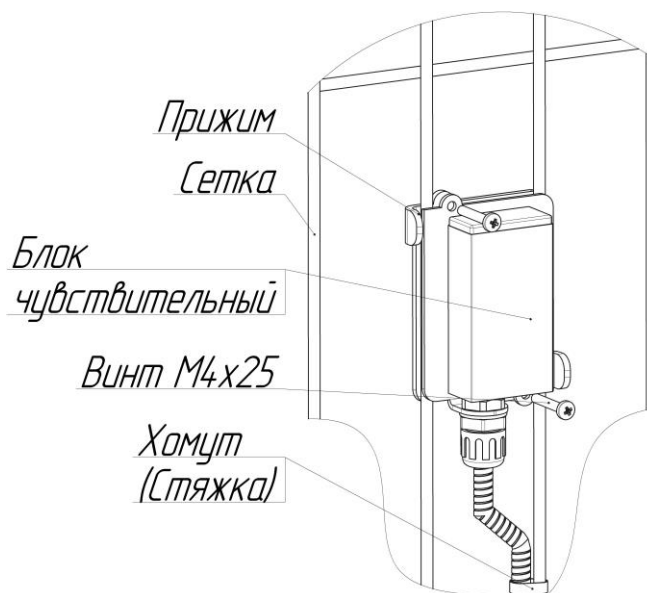

Рисунок 3 – Крепление БЧ на сетке ограждения
- БЧ устанавливается непосредственно на нижнюю панель заграждения посередине секции (рисунок 3). Учитывая, что вибрация заграждения при воздействиях на него передаются через металлические опоры, при условии жесткого крепления полотен секций на металлических опорах извещатель может использоваться для контроля 3 секций, при этом рекомендуется дополнительное соединение секций между собой соединителями секций